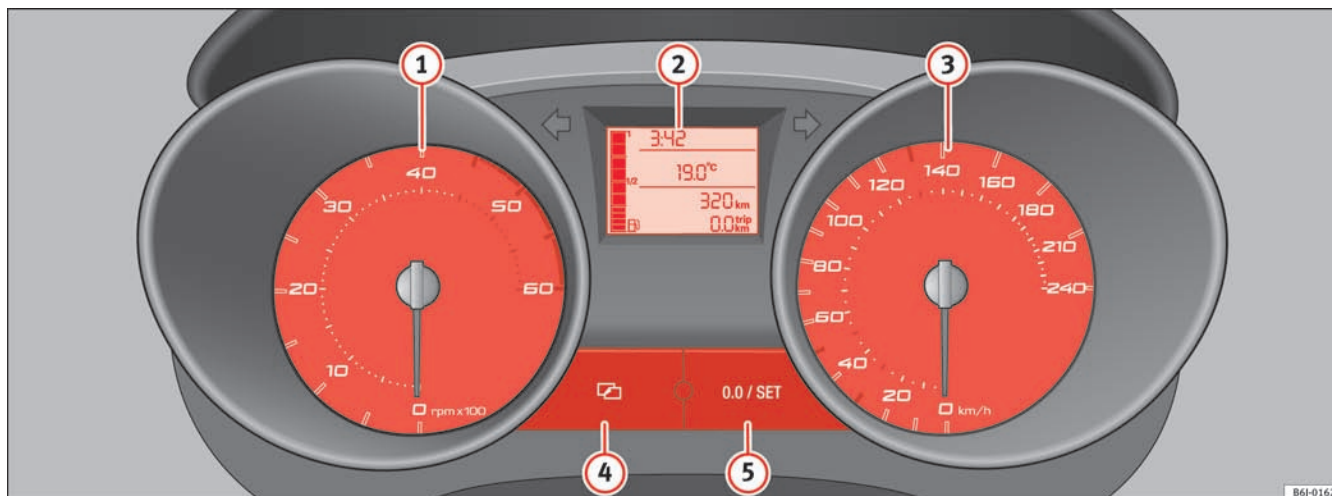

Fig. 28 Udsnit af instrumentpanelet: kombiinstrument
Begyndelsen af det røde område ⇒ side 49, fig. 28 ① markerer det maksimalt tilladte motoromdrejningstal ved driftstemperatur. Før du når dette område, bør du skifte til næste højere gear, vælge gearvælgerposition D eller flytte foden fra speederen.
- Tryk på knappen ④ ⇒ side 49, fig. 28 for at indstille klokkeslættet. Optionen Stunden (timer) blinker i displayet og indstilles med knappen ⑤ set ⇒ side 49, fig. 28. ▶
- Tryk igen på knappen ④, og vælg Minuten (minutter) for at indstille minutterne. Minutterne indstilles med knappen ⑤ set.
Den nederste tæller registrerer de korte strækninger. Det sidste ciffer skifter for hver 100 m. Triptælleren kan nulstilles ved at trykke på nulstillings-knappen ⇒ side 49, fig. 28 ⑤.